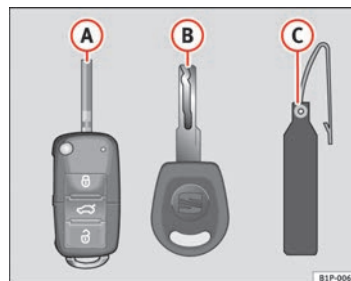

Abb. 45 Schlüsselsatz
- einem Funkschlüssel → Abb. 45 (A)
- einem Schlüssel ohne Funk-Fernbedienung (B)
- einem Kunststoffanhänger* (C).